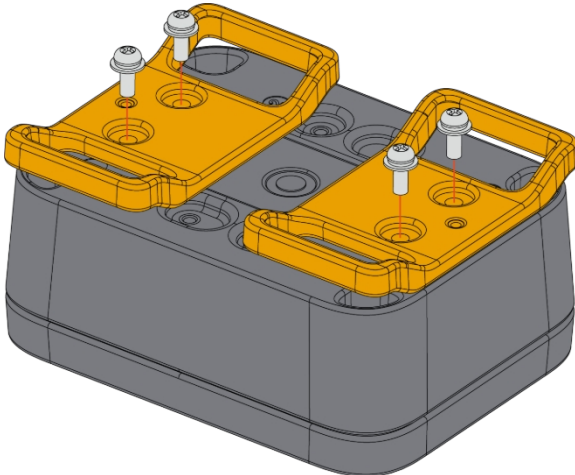

Abbildung 31: Befestigung der Gürtelschlaufenhalterung am Gehäuse
2. Befestigen Sie die mit dem Buchstaben **H** gekennzeichnete Gürtelschlaufenhalterung mit vier (4) M3\*8-mm-Kopfschrauben mit Unterlegscheibe am WisBlock Unify-Gehäuse. Platzieren Sie sie an den festen Positionen **1 bis 4** des Gehäuses, wie in **Abbildung 31** dargestellt.